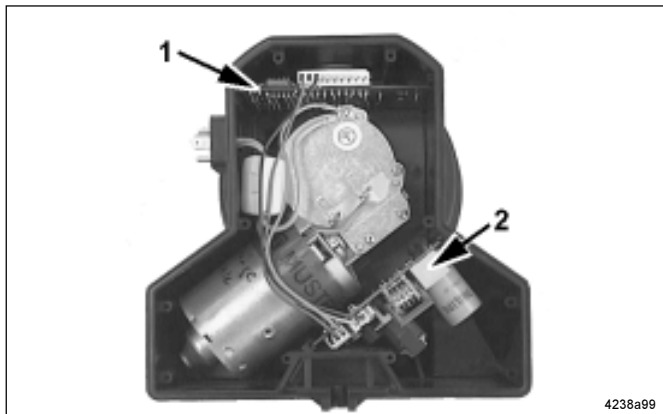

Abb. 20 - Steuerplatine im Gehäuse eingebaut
- Die **Steuerplatine** 1 Abb.20 (falls vorhanden) und die **Netzteilplatine** 2 sind im Pumpengehäuse integriert.